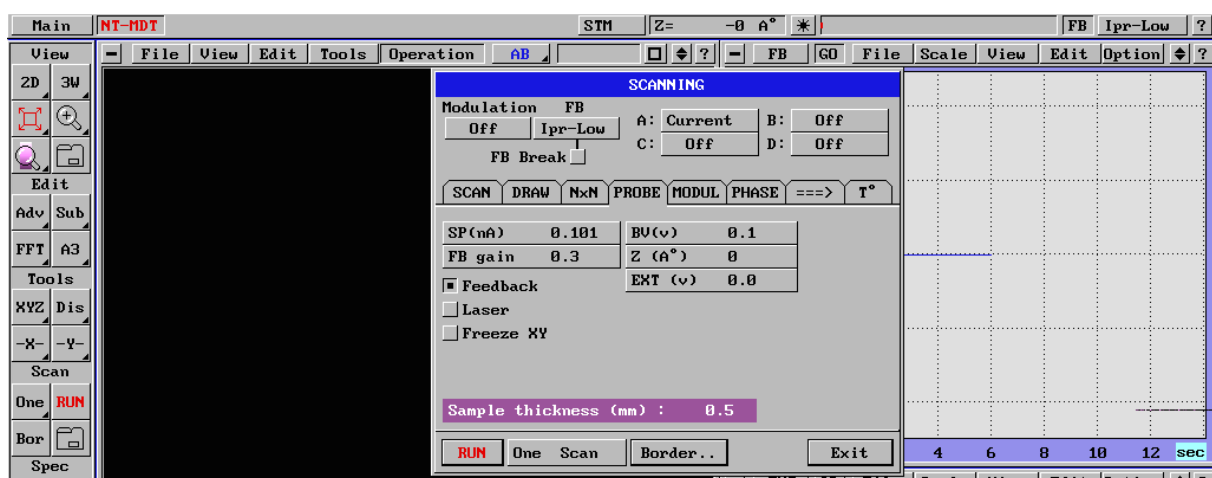

Fig. 77
- SP - 0.1 (Fig. 77)
- FB Gain - 0.2 - 1 (Fig. 77)